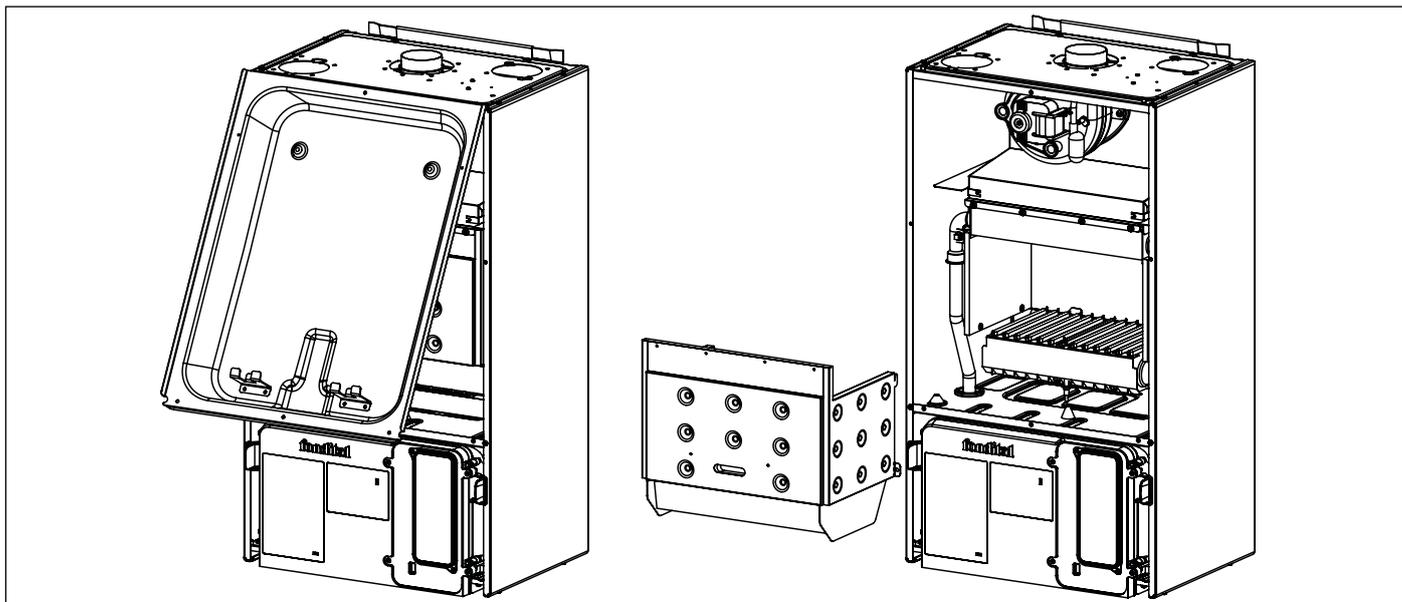

Fig. 35 Smontaggio camera di combustione
- Rimuovere la parte frontale della camera di combustione (vedi Fig. 35 Smontaggio camera di combustione).